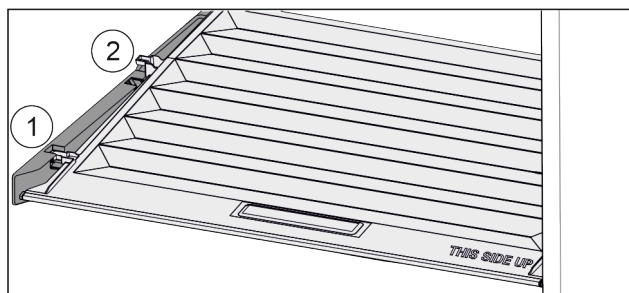

Fig. 116
- ▶ Vytáhněte víko dopředu až k otvoru v přídržných dílech Fig. 116 (1).
- ▶ Vzadu zesponu nadzvedněte a vyjměte směrem nahoru Fig. 116 (2).